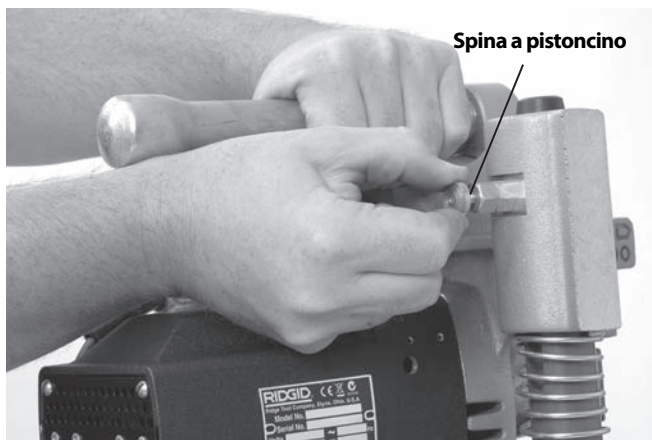

Figura 7 – Separazione dei gruppi: base e del motore
- Parti rotte, usurate, mancanti, disallineate o leganti. Assicurarsi che il gruppo motore si muova agevolmente e liberamente in su e giù lungo gli alberi del gruppo base. Verificare che la catena e maniglia girevole si muovano liberamente. Sulla HC-300, verificare che la spina a pistoncino funzioni correttamente e che mantenga il gruppo motore ancorato sul gruppo base (Figura 7).
1. Con il Foratubi HC-300 su una superficie stabile e sicura, tirare la spina a pistoncino sul retro del montante sinistro (Figura 7) ed estrarre il gruppo motore dal supporto base.